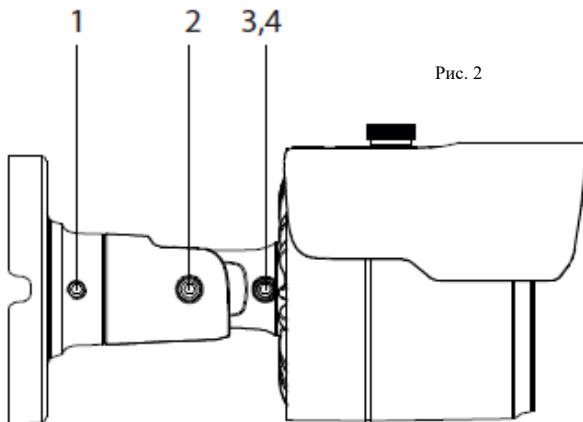

Рис. 2
8. Отпозиционируйте камеру для настройки желаемой зоны просмотра, поворачивая его в любом направлении. Винт **1, 3 и 4** (находится на обратной стороне) отвечают за поворот камеры вокруг своей оси, **2** - по вертикали (рис. 2).